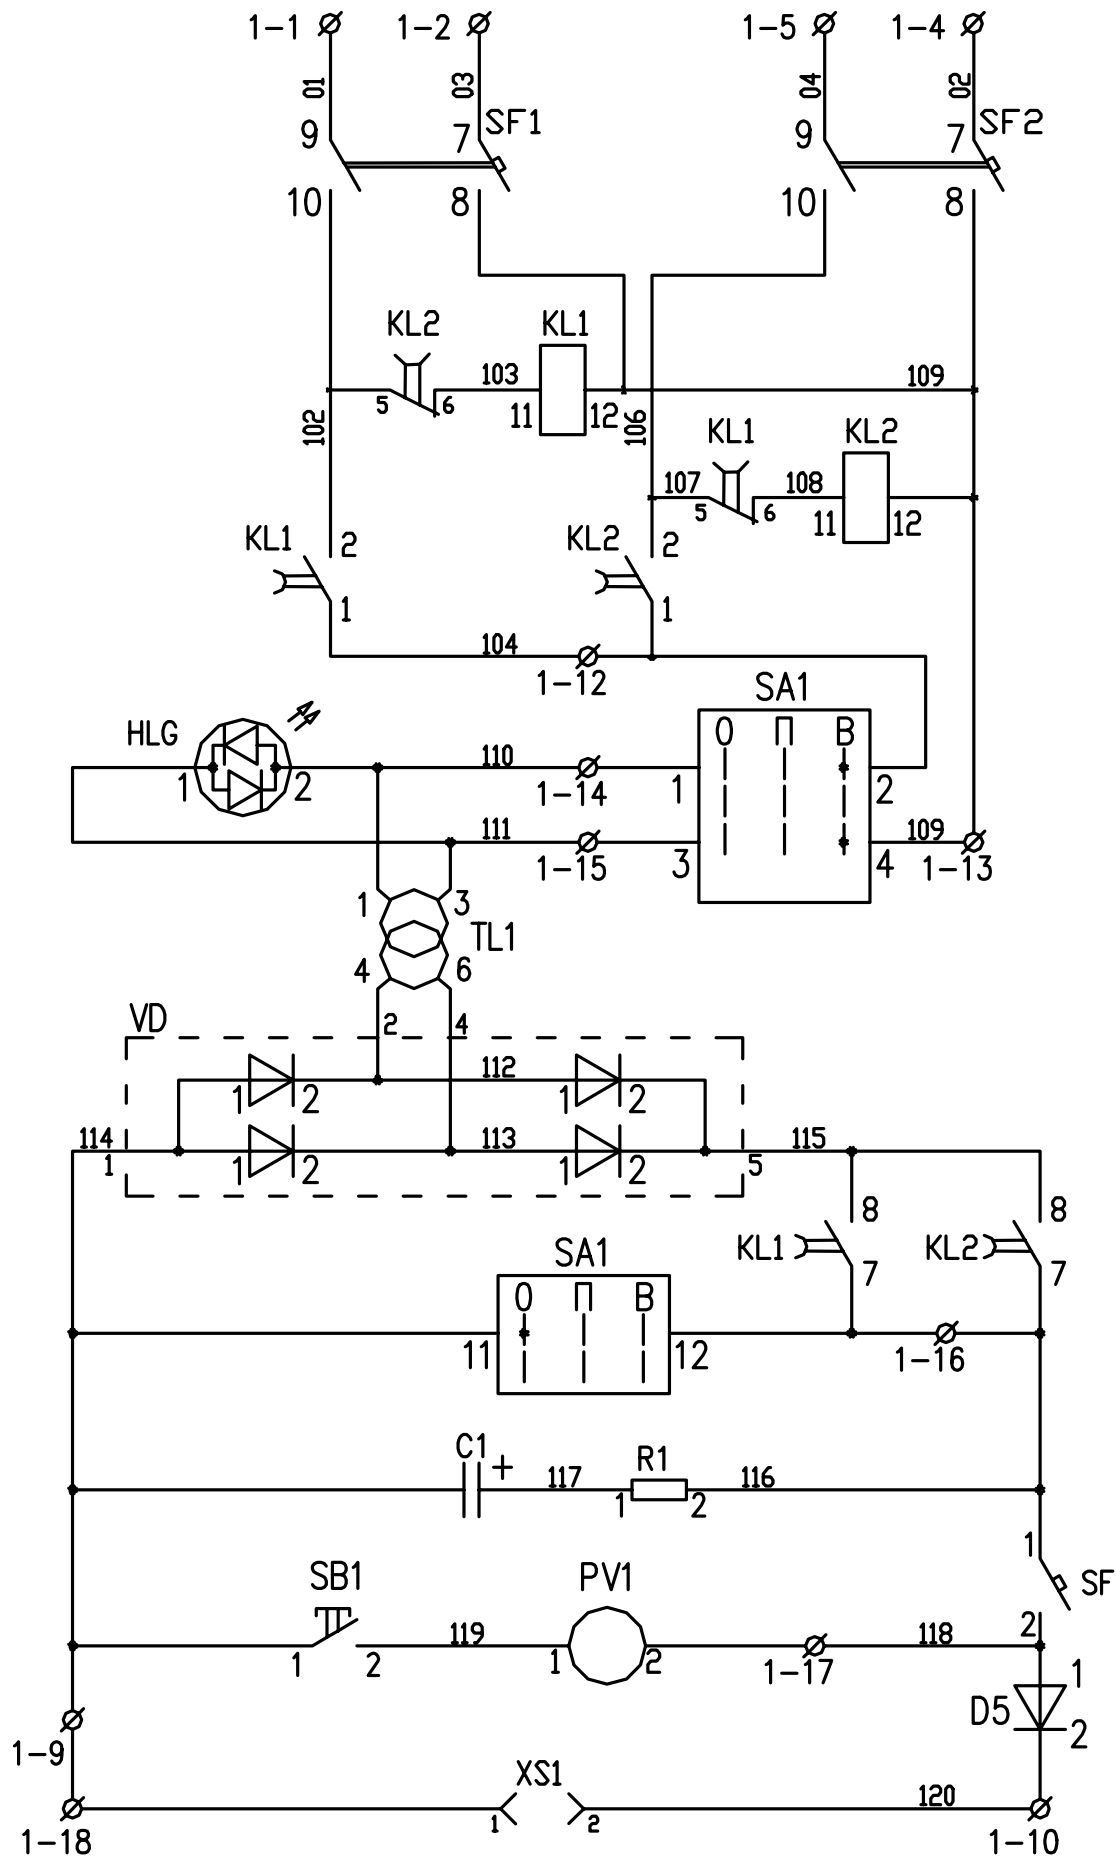

Рис. 1 Схема электрическая принципиальная
2.1. Схема электрическая принципиальная шкафа ШАП приведена на рис. 1. В схеме реализовано АВР (автоматическое включение резерва) по питанию. Напряжение питания ~220В подается на клеммы 1-1, 1-2 (основной вход) и 1-4, 1-5 (резервный). Контроль напряжения для работы АВР осуществляется при помощи реле РП-256 (KL1, KL2). При наличии напряжения на одном из входов и установки ключа управления SA1 в положение "В" («Включено») происходит зарядка емкости С1. При этом светится лампа НLG, сигнализирующая о наличии напряжения на входе.